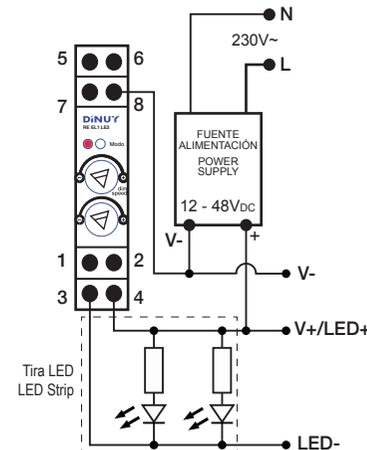

Fig. 1
- Funcionamiento con potenciometro frontal de regulación (B) (Fig. 1):**
- Operation with Rotary Knob (B) (Fig. 1):**